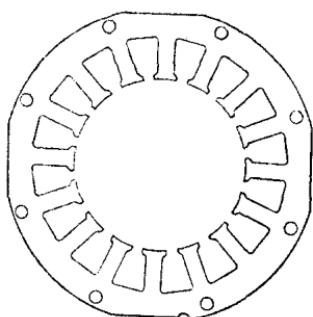

图2-5 定子铁芯片
有槽坑（见图2-5），以安放定子绕组。定子绕组是由带绝缘的导线（高强度聚酯漆包线或油基性漆包线）绕制而成的。导线和铁芯之间互相绝缘。其线径按电动机规格设计。硅钢片的冲片尺寸也按电动机的不同规格冲制定子外径和内径。最后定子片和转子片以不同规格叠压，按工艺规程铆合而成。
**定子槽** 电容运转式台风扇定子槽数可采用16槽（图2-5），采用哪一种槽配合形式由各生产厂设计而定。国内外也有定子采用八槽的，它的生产工艺较简单，槽口阔，落线容易，生产效率较高；从模具制造角度来看也有利于增加模具型芯的机械强度。但是仍存在一些缺点，如噪音较大，起动性能比十六槽欠佳等。